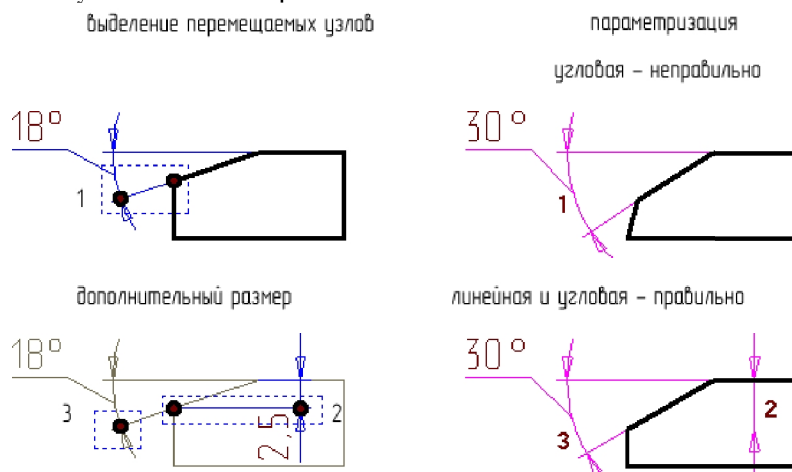

Рис.1.3. Параметризация косого среза
Правильным решением будет введение дополнительного линейного размера (см. рис.1.3). На чертеже дополнительный размер закрыт непрозрачным прямоугольником.
1. Построить изображение согласно рис.1.3. Проставить дополнительный размер и скрыть его. Самостоятельно провести параметризацию косоугольного срезка.